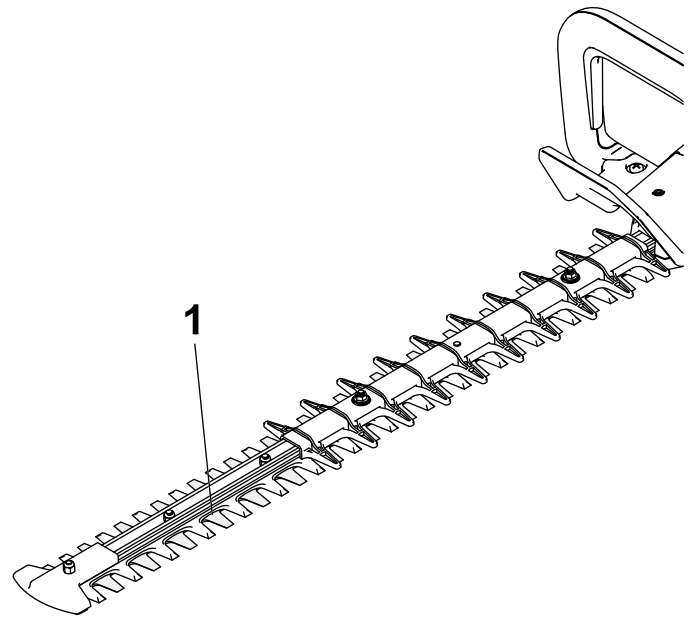

Figure 10
3. Enduisez le bord de la lame supérieure d'huile pour machine légère (par ex. n.º 10) (Figure 10).